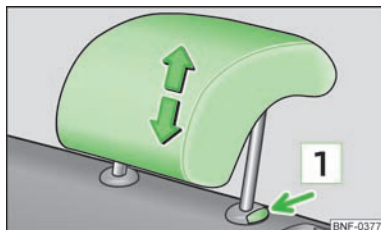

Abb. 35
- Die Kopfstütze seitlich mit beiden Händen fassen und je nach Wunsch nach oben schieben » Abb. 35.
- Die Sicherungstaste **1** » Abb. 35 mit einer Hand drücken und gedrückt halten, und mit der anderen Hand die Kopfstütze herausziehen.